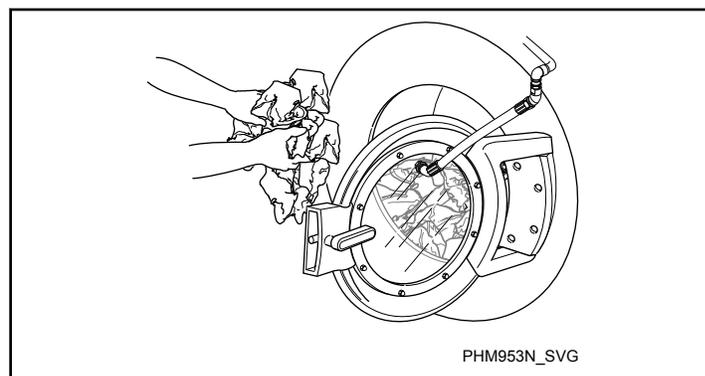

Figura 46
3. Cargue según la capacidad siempre que sea posible. **NO LA SOBRECARGUE.** Consulte la *Figura 46*.